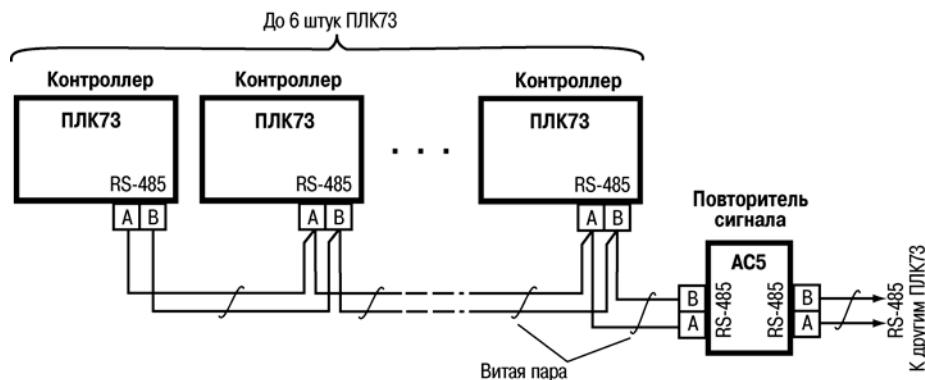

Рисунок 6.3 – Пример схемы подключений в сеть более 6-ти ПЛК73
**Внимание!** При включении контроллера в сеть RS-485 ПЛК73 в качестве Master (ведущего прибора), в него встроены резисторы, определяющие состояние линии при отсутствии передачи. В связи с этим не допускается включать в один сегмент сети RS-485 более 6 контроллеров ПЛК73, даже если они настроены на работу в режиме Slave (ведомый прибор). При необходимости включить более 6 контроллеров ПЛК73 в сеть RS485 или разделить сеть на несколько сегментов следует использовать усилители/повторители интерфейса RS-485 типа AC5 (см. рисунок 6.3).